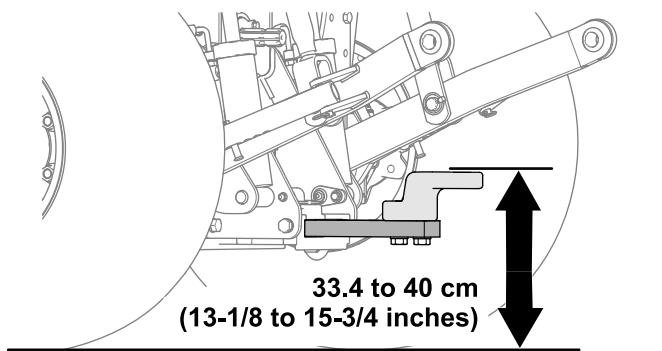

Figure 27
- Hauteur de travail : 33,4 à 40 cm (13 1/8 à 15 3/4 po); voir Figure 27.